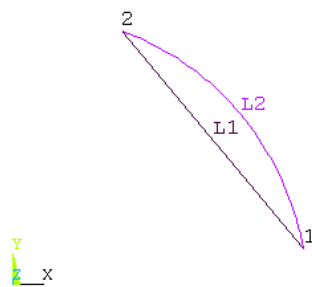

图3.16 指定两个关键点定义线
(1) 单击 **【Utility Menu】|【WorkPlane】|【Change Active CS to】|【Global Cylindrical】** 菜单，改变当前活动坐标系为柱坐标系。
(2) 单击 **Main Menu> Preprocessor> Modeling> Create> Lines> Lines> In Active Coord** 菜单，弹出如图形拾取对话框，然后用鼠标依次在图形视窗中选择关键点 1 和 2，此时又生成了一条弧线 L2。如图 3.16 所示。
ANSYS 在各种坐标系下对于“直线”的定义是不同的，在笛卡尔直角坐标系中，程序需要保证在线条方向上， $dX/dL$ 、 $dY/dL$  和  $dZ/dL$  三个量需要保持不变；在柱坐标系中，同样要保持  $dR/dL$ 、 $d\theta/dL$  和  $dZ/dL$ ，这时 ANSYS 将生成一条螺旋线或弧线（如图 3.16），这被认为是柱坐标系下的“直线”。